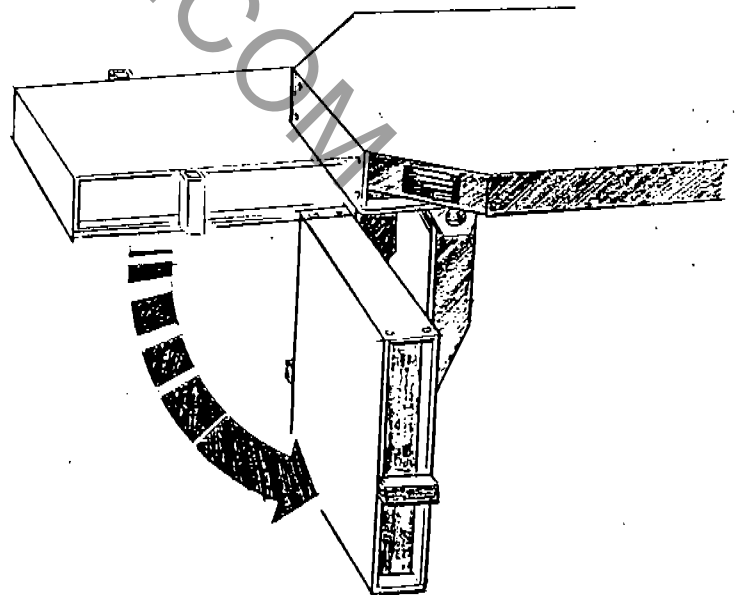

Fig. 4
- Lower (90°) the front section of the platform (pull hook) by removing the eight screws that secure it to the frame and have it hang by the hinges (Fig. 4). This operation can be carried out by using the allocated Tir-for.
- Posizionare in basso (90°) la parte anteriore del pianale (gancio di traino) togliendo le otto viti di fissaggio al telaio e lasciandolo appeso alle cerniere (Fig. 4). Questa manovra è possibile eseguirla usando il Tir-for in dotazione.